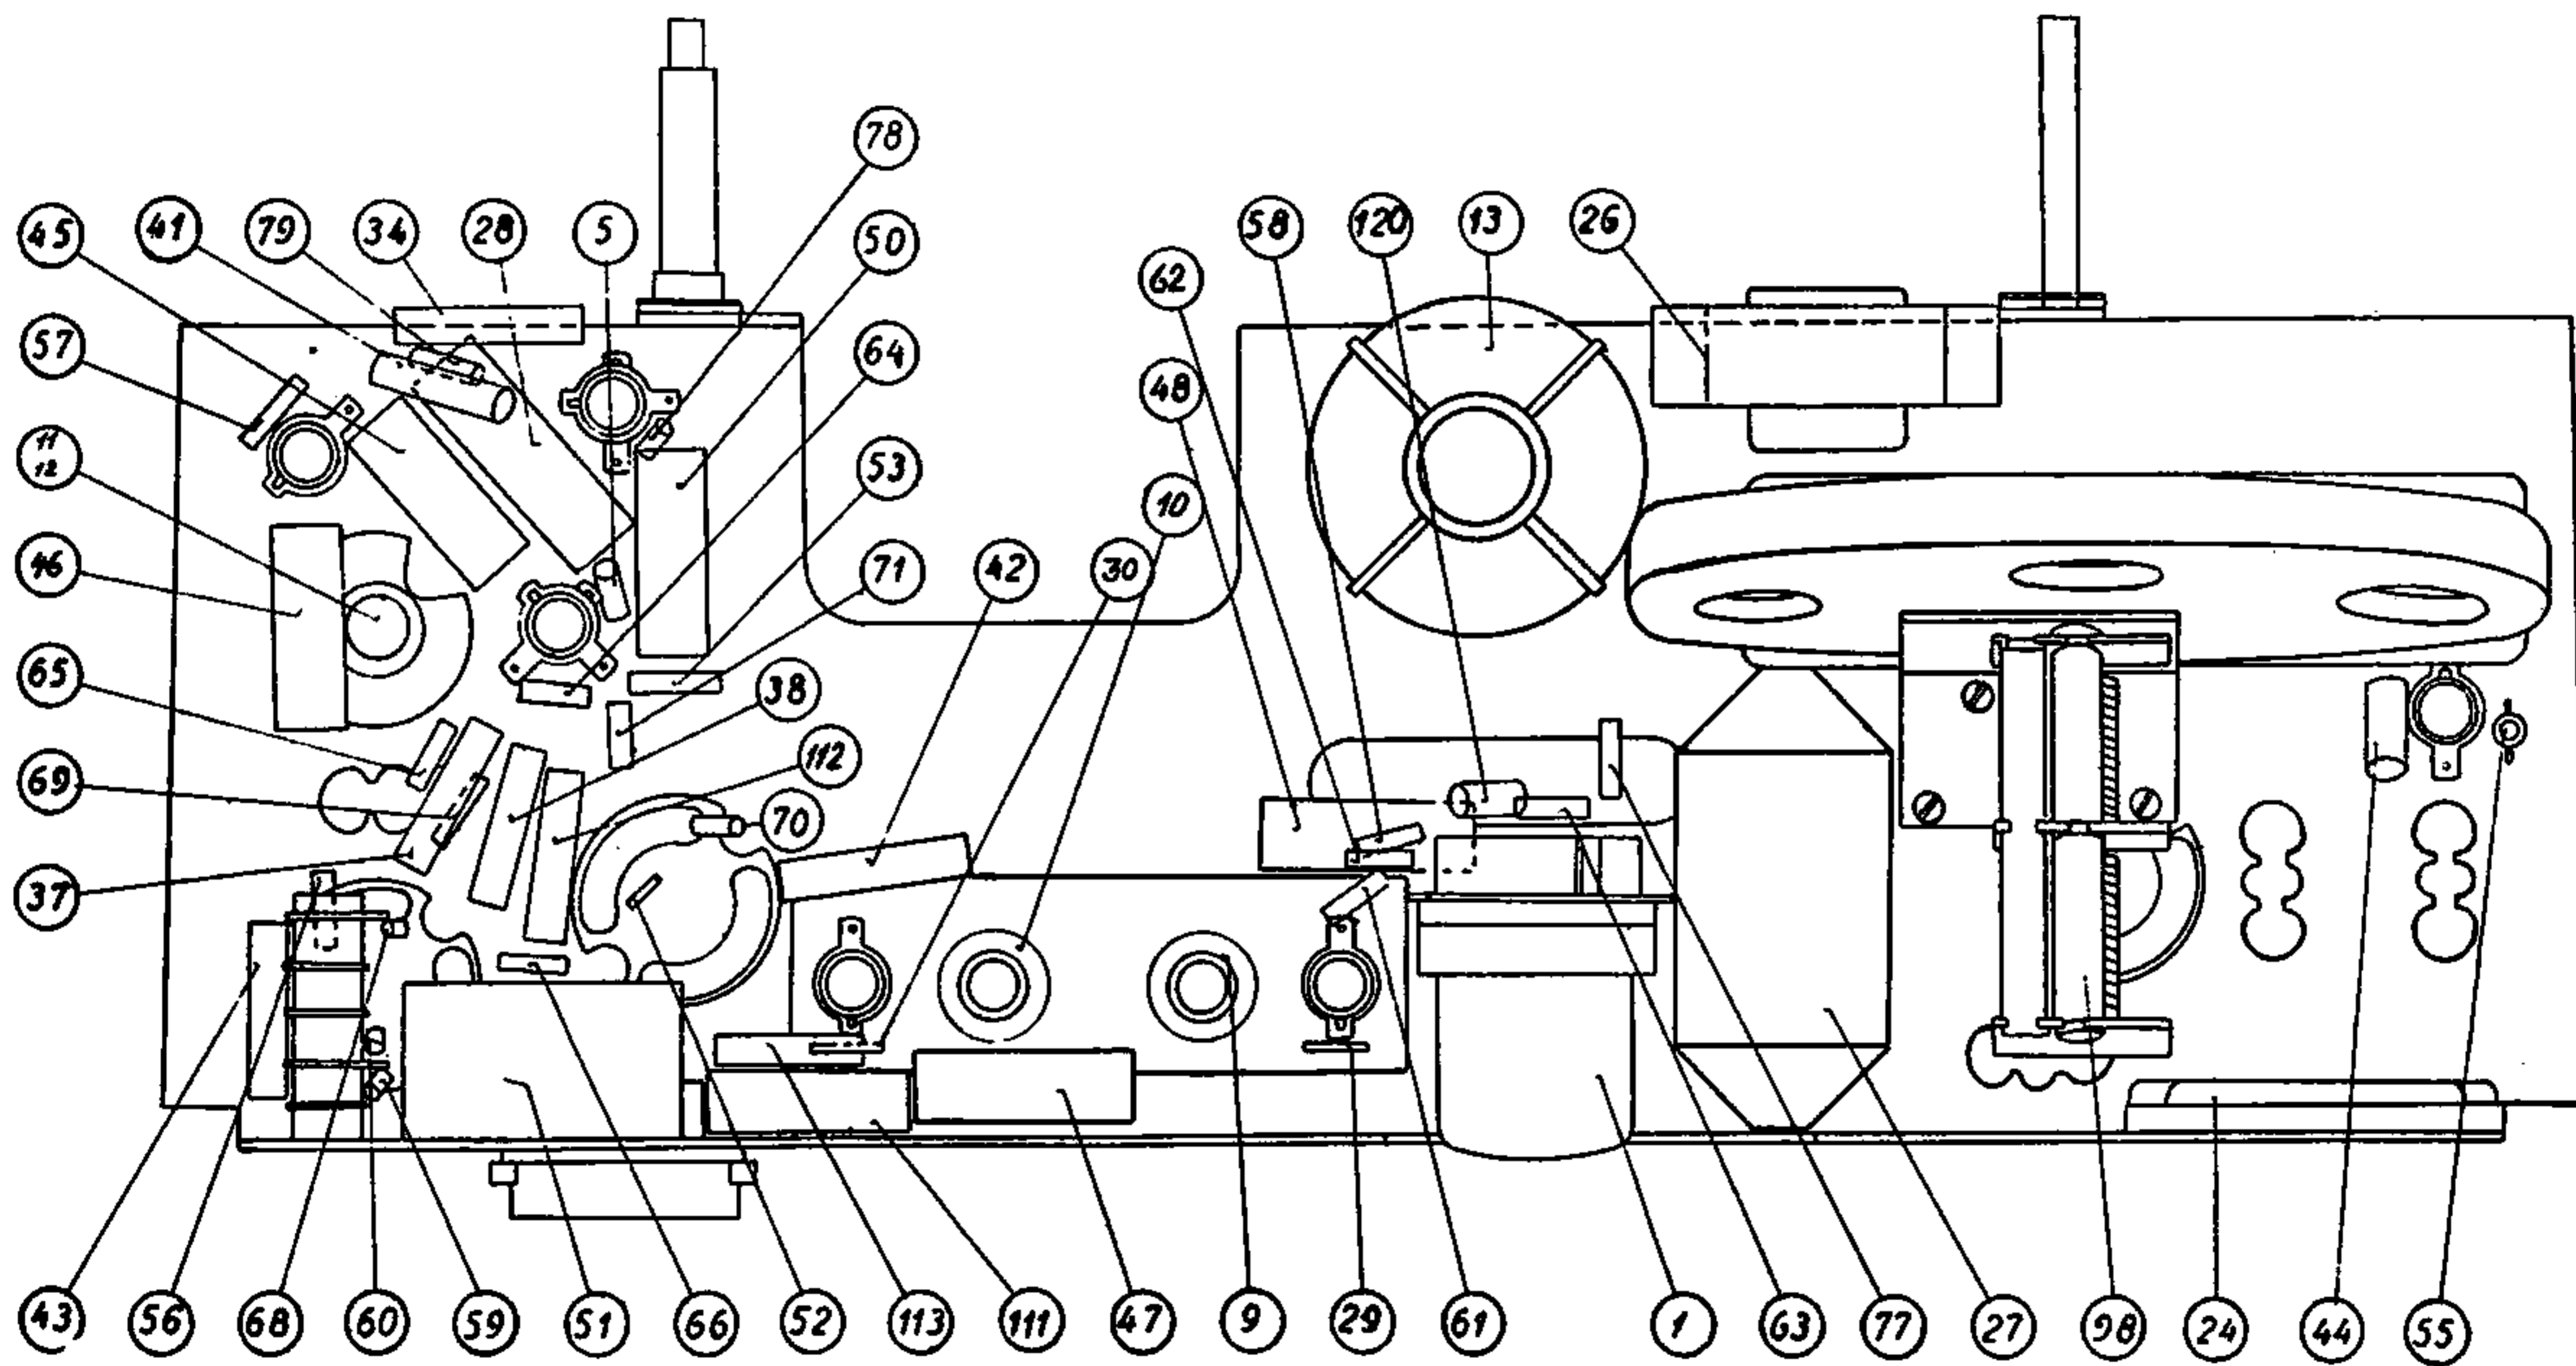

Fig. 11. Chassiset set fra neden
2. MF-Transformator er anbragt indkapslet ovenpaa Chassiset, 1. MF paa en Jernplade under Chassiset (se Fig. 11).